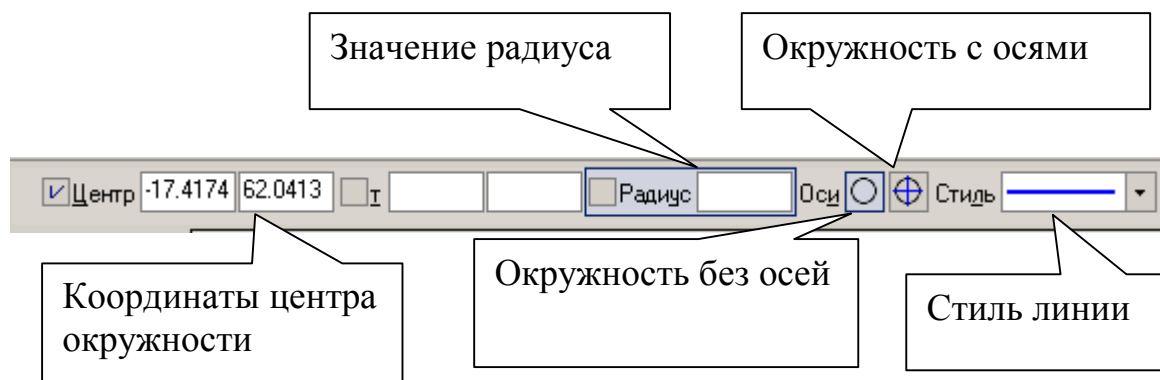

Рис. 26
1. Параметры окружности при ее создании и редактировании отображаются в отдельных **полях Строки параметров**: два поля координат **X** и **Y** центра окружности, координаты точки, принадлежащей окружности, значение радиуса окружности, поле стиля линии, рис. 26. Стиль линии для окружности должен быть основным. Выберите кнопку окружности с осями. На панели свойств, рис. 26, **активно поле радиуса окружности**, поэтому на клавиатуре наберите «10» и нажмите [Enter]. Введите координаты центра окружности (10, 50). Для этого двумя щелчками левой кнопкой мыши активизируйте поле **X** и введите в поле значение «10» (можно поле **X** активизировать с помощью клавиатуры [Alt] + [u]). Для ввода в поле значения координаты **Y** нажмите [Tab], введите «50» и нажмите [Enter].